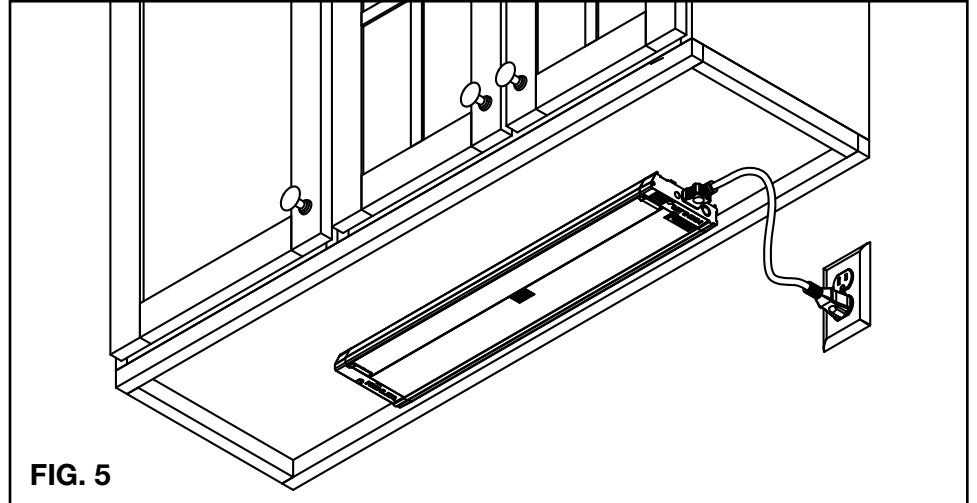

FIG. 5
1. Sostenga el artefacto en la ubicación deseada de montaje, dejando un espacio libre de 2 ½" aproximadamente para el cable enchufable, y una distancia no mayor a 5' del enchufe más cercano. Coloque los tornillos de montaje dentro de la superficie del gabinete hasta que el artefacto esté seguro. Si los tornillos son difíciles de instalar, marque los agujeros y perforo agujeros piloto de 1/16" máximo. (ref. FIG. 5)